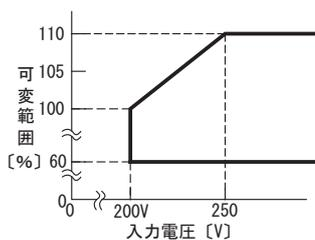

図4.4 SNDBS700B出力可変範囲
- SNDBS700Bの入力電圧範囲がDC200V～250Vの場合、出力電圧可変範囲は図4.4のようになります。